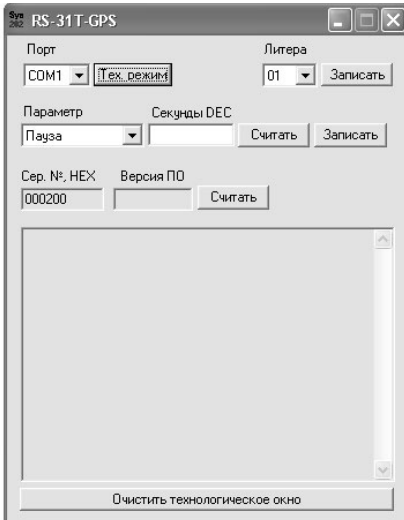

Рисунок 3 – Активное окно программы RS-31PRG+.EXE
- 4 В активном окне программы (рисунок 3) выберите COM-порт, к которому подключен программатор RS-31PRG. Включите питание передатчика.
Для изменения литеры передатчика необходимо использовать активное окно программы RS-31T-GPS+ (рисунок 3):